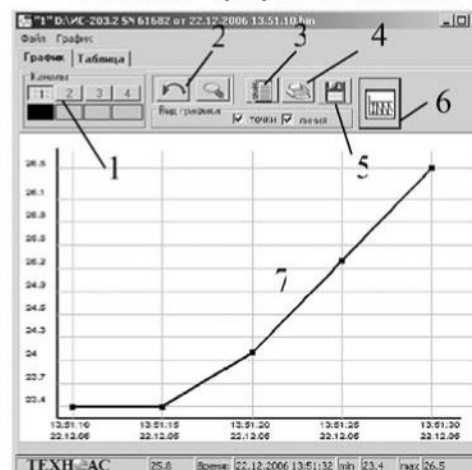

Рис.13
8.4 Работа с графиком (рис.13)